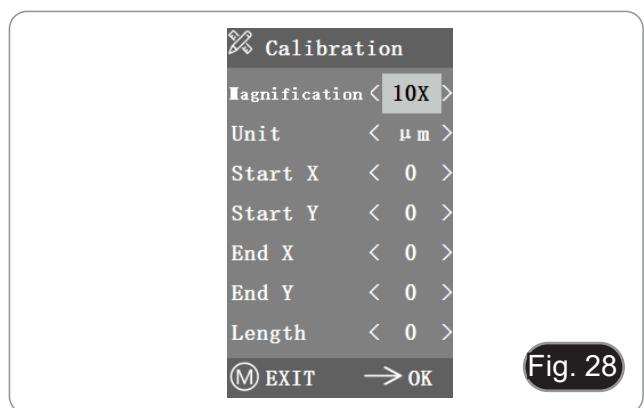

Fig. 28
3. Dopo essere entrati nel menu Calibrazione, la finestra di dialogo di Fig. 28 appare.